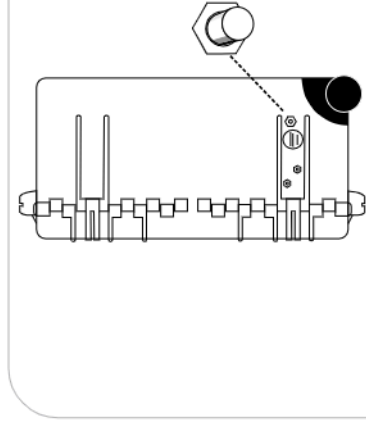

Figura 14
- Pressione o botão de dreno localizado na parte lateral externa do consultório para despressurizar o compressor (Figura 14).